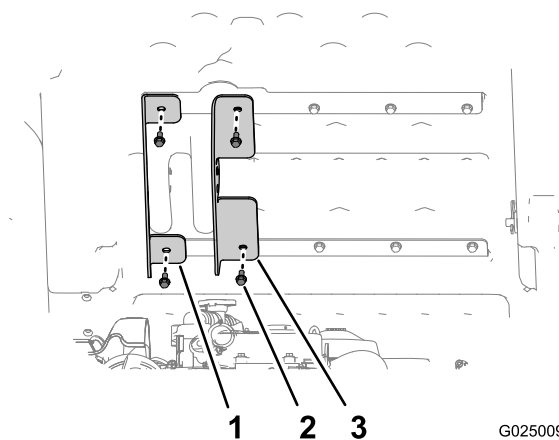

Figura 5
2. Allineate la staffa del pianale esterna (quella con le flange corte) con il foro esterno in ciascuno dei supporti del pianale (Figura 5).
3. Fissate la staffa del pianale esterna (quella con le flange corte) al pianale con i 2 bulloni rimossi alla fase 1 e serrateli manualmente (Figura 5).
4. Allineate la staffa del pianale interna (quella con le flange lunghe) con i fori interni dei supporti del pianale (Figura 5).
5. Fissate la staffa del pianale interna al pianale con gli altri 2 bulloni rimossi alla fase1 e serrateli manualmente (Figura 5).